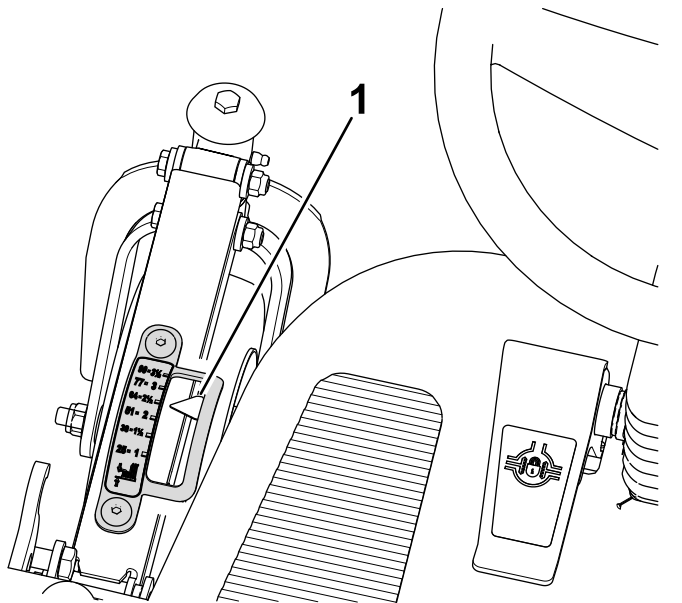

Bild 101
1. Stellen Sie die Schnitthöhe auf 64 mm ein (Bild 101).